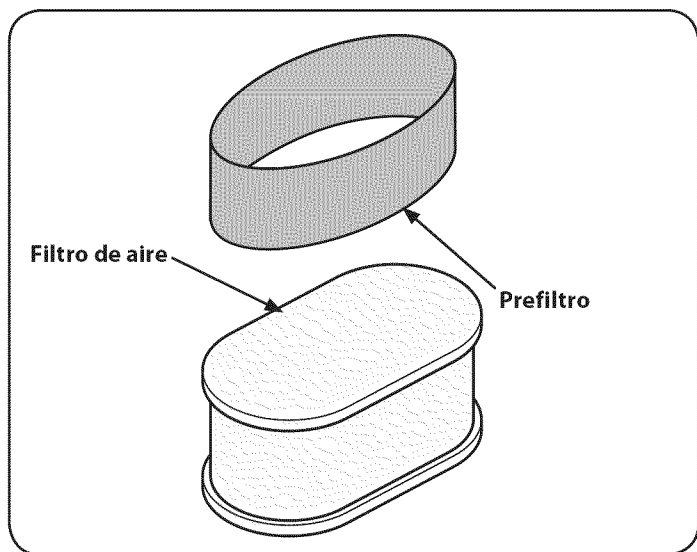

Figura 25
3. Retire el prefiltro de espuma de alrededor del filtro de aire de papel. Vea la Figura 25. Reemplace el elemento de papel si está sucio o dañado. Limpie el elemento de espuma o reemplácelo si está dañado.